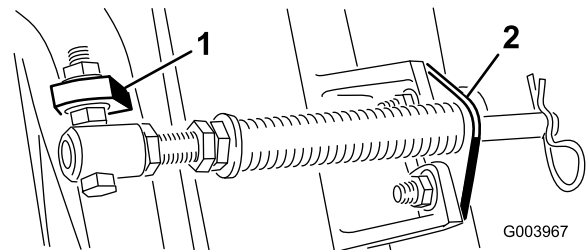

**Figura 4**
- A. Retire os 2 parafusos de carroçaria e porcas que prendem o suporte da barra aos separadores da unidade de corte (Figura 4).
- B. Retire a porca flangeada que prende o parafuso com cabeça do tubo de mola ao separador da estrutura de suporte (Figura 4). Retire o conjunto.